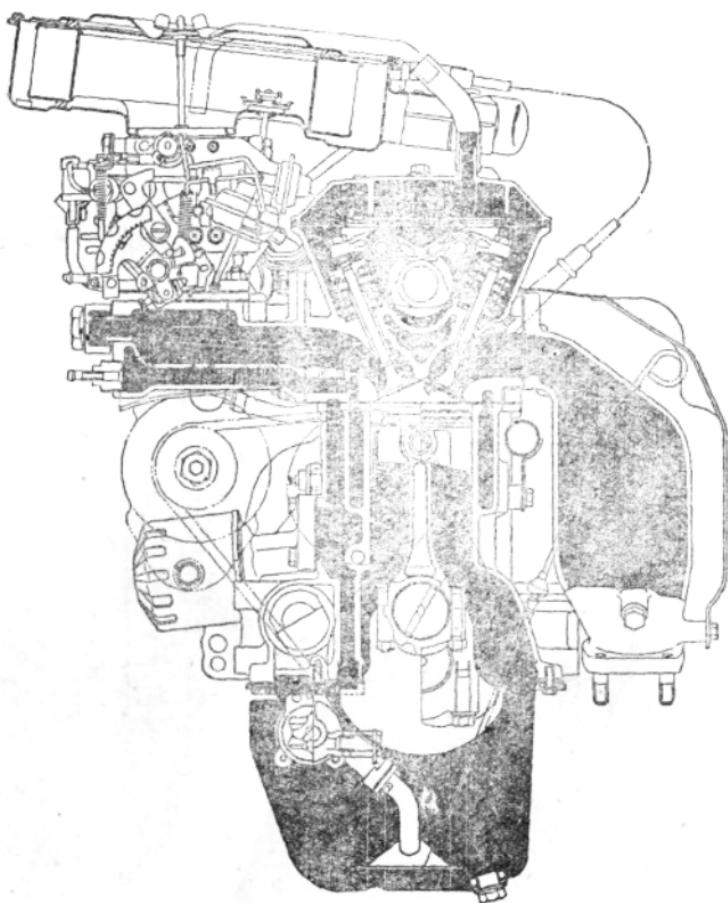

图 2-2
(1) 夏利TJ376Q型发动机剖视图, 见图 2-2、图 2-3。